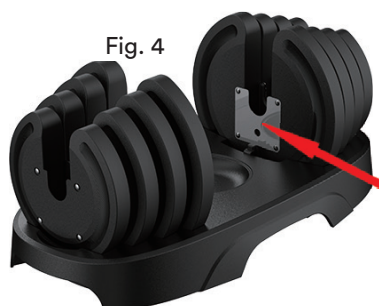

Fig. 4
- Réassemblez correctement les différentes pièces - l'attache métallique doit être orientée vers le centre de la base (voir fig. 4).